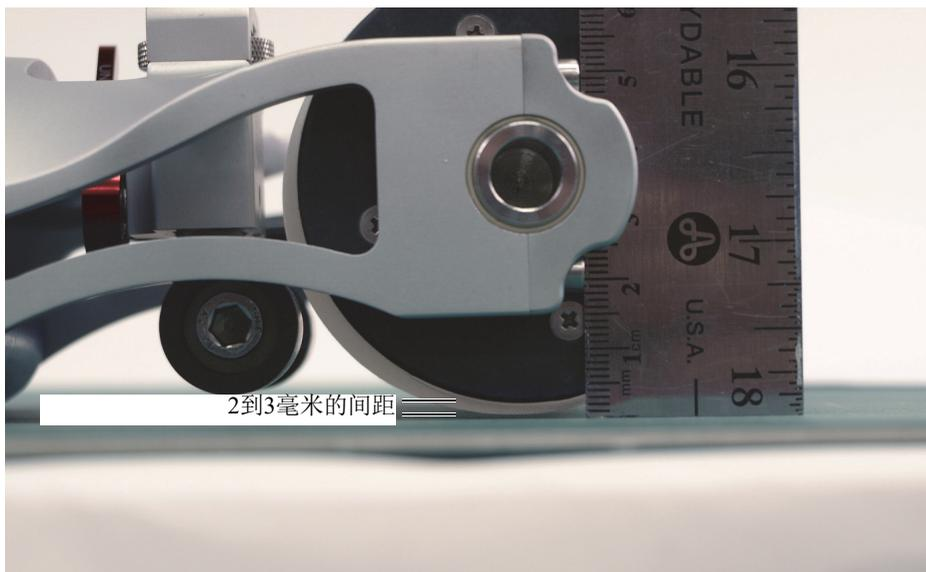
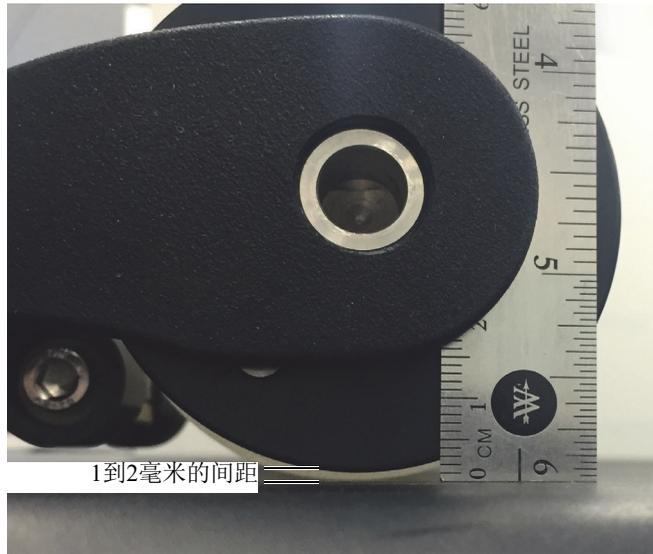

图 3-5 声学轮的凸缘与被测表面之间的距离（RollerFORM）
图 3-6 声学轮的凸缘与被测表面之间的距离（RollerFORM XL）
当RollerFORM扫查器被放置在一个平面上，且没有向手柄施加任何向下的压力时，如果声学轮的黑色凸缘与被测表面之间保持有2到3毫米的间距，就说明声学轮的液体舱已经适当地充满液体（参见第48页的图 3-5和第49页的图 3-6）。如果间距过大，则应打开输出（OUT）阀，使一些乙二醇或水流液体舱。然后，再测量间距。重复这个操作，直到声学轮的黑色凸缘与被测表面之间的间距保持在2到3毫米之间。
5. 确保声学轮的液体舱以正确方式充满液体。当RollerFORM扫查器被放置在一个平面上且没有向手柄施加任何向下的压力时，核查声学轮的黑色凸缘与被测表面之间是否保持有2到3毫米的间距（参见第48页的图 3-5）。